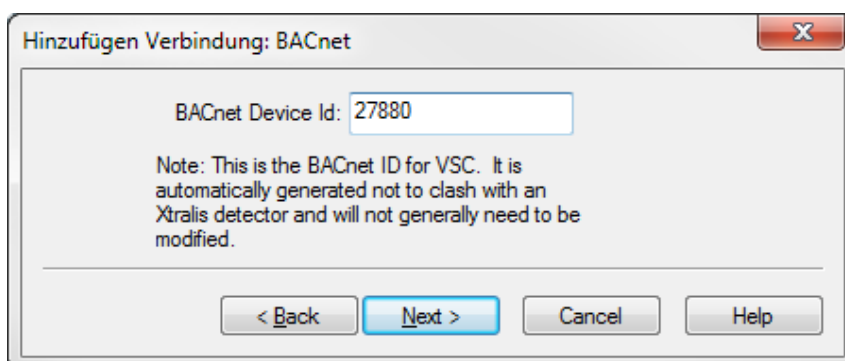

Abbildung 5-5: BACnet-ID eingeben
6. Akzeptieren Sie die vom System generierte BACnet-Geräte-ID und klicken Sie danach auf „Weiter“ (Abbildung 5-5).